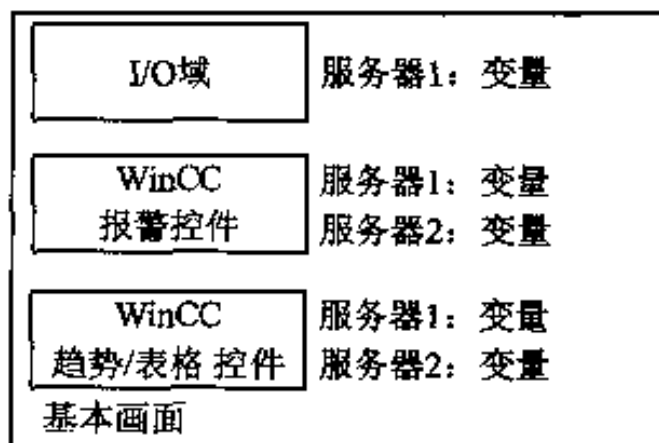

图 12-18 组态显示不同服务器消息的示意图
- 显示多个不同服务器消息的消息窗口(如图 12-18 所示)。